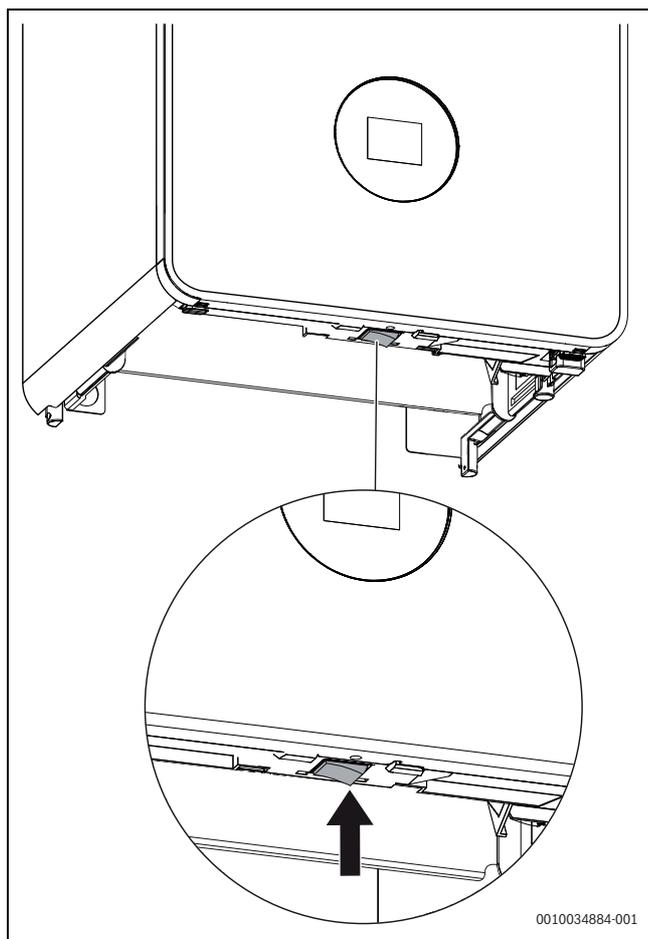

Fig. 1 Interruttore On/Off
► Spegner l'apparecchio dall'interruttore on/off (→ fig. 1).